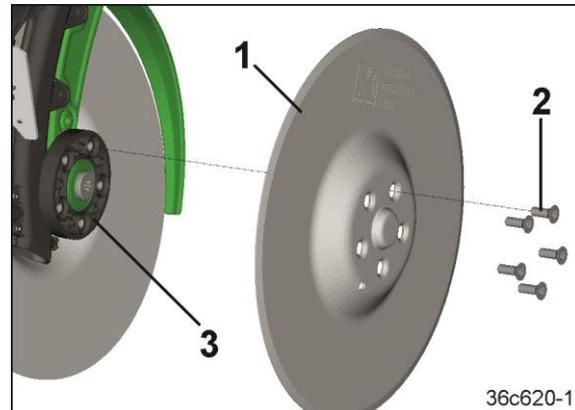

Fig. 489
mit Kunststofflagergehäuse (Fig. 489/3):**
6. Die Säscheibe (Fig. 489/1) mit Senkkopf-
schrauben (Fig. 489/2) am Lagergehäuse
(Fig. 489/3) anschrauben